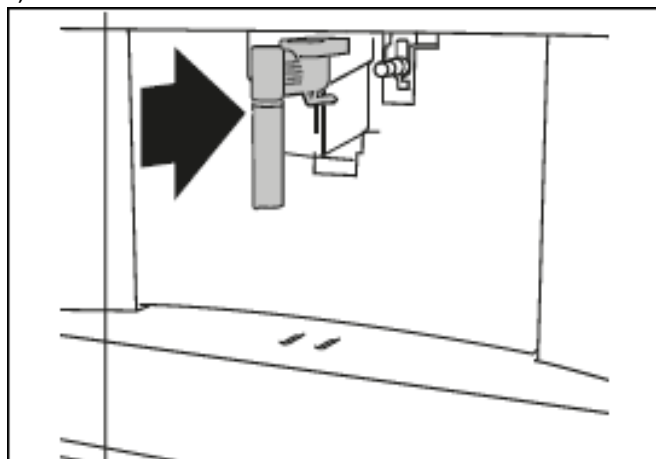
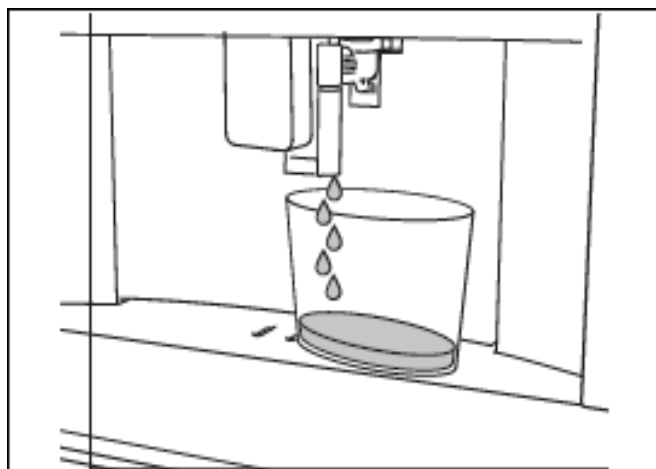

Рис. 21
Рис. 22
4) **УСТАНОВИТЕ НОСИК ПОДАЧИ ВОДЫ:** убедитесь, что носик подачи горячей воды/пара (C6) установлен на соединительное сопло (A10) (рис. 21), и поставьте под него емкость объемом не менее 100 мл (рис. 22).
6) Нажмите ✓ ОК для подтверждения: прибор подает воду из носика (рис. 22), после чего автоматически прекращает подачу.